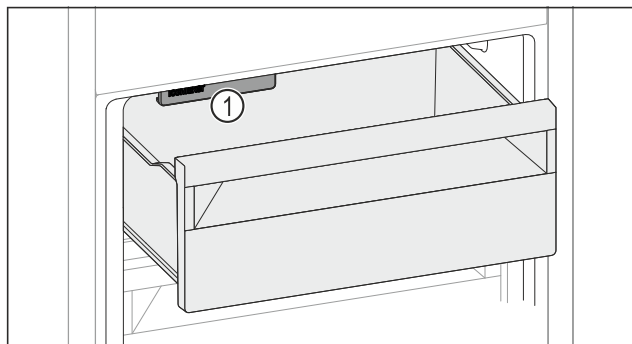

Fig. 142
- ▶ Uwzględnić IceMaker Fig. 142 (1).